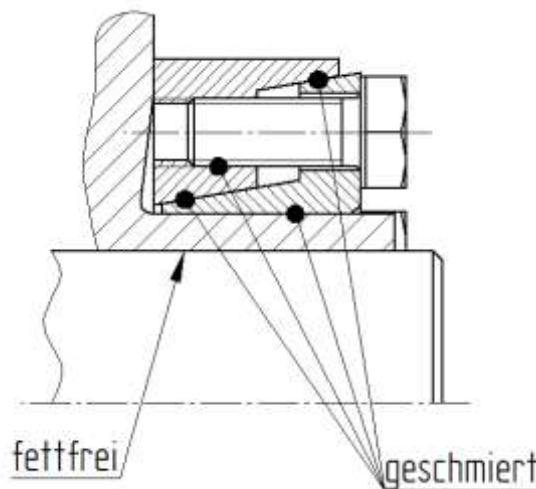

Bild 3) Kontaktflächen
Verschmutzte oder gebrauchte Außenspannsätze sind vor dem Einbau zu demontieren und zu reinigen. Anschließend sind nur die Konusflächen und Gewinde mit Molykote Mo S2 zu fetten (siehe Bild 3). Zum Nachschmieren z.B. Mehrzweckfett Molykote G Rapid plus verwenden.
- ✓ Kontaktflächen von Welle und Nabenbohrung (Hohlwelle innen) dürfen nicht gefettet oder geölt werden (siehe Bild 3).